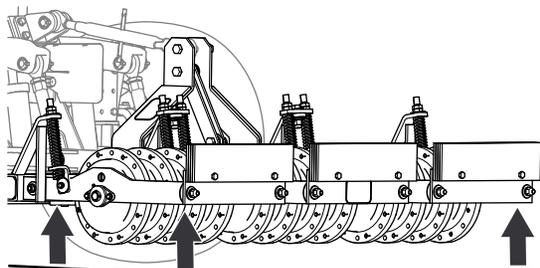

Figura 19
7. Ajuste as ligações do engate de 3 pontos para nivelar o arejador da esquerda para a direita e da frente para trás (Figura 19); consulte o manual do utilizador da sua unidade de tração.